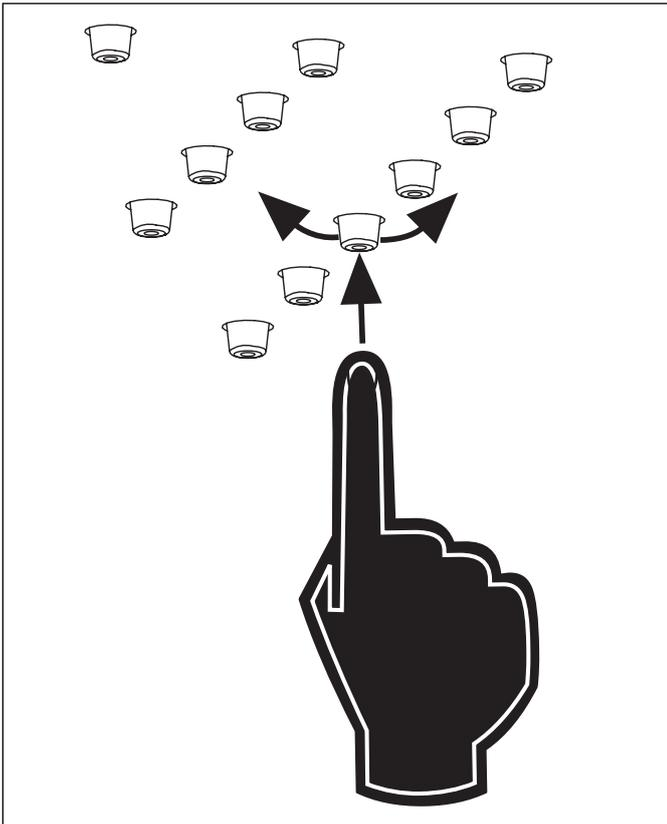

Fig.19
-For the characteristics of your shower cap remain unaltered over time, we recommend periodically and gently polish the rubber nozzles as shown in fig. 19 to prevent lime deposits can clog the holes. For cleaning surfaces never use: the solvents (acetone, alcohol, etc..) nor detergents or cloths which can damage the column.
-Pour que les caractéristiques de votre plafond de douche demeurent inaltérées dans le temps, nous conseillons d'astiquer périodiquement et délicatement les buses en caoutchouc tel qu'indiqué dans la fig. 19 pour éviter que les dépôts de calcaire puissent obstruer les orifices. Pour le nettoyage des surfaces ne jamais utiliser: des produits solvants (acétone, alcool, etc.) ni des détergents ou des chiffons agressifs qui pourraient détériorer la colonne.